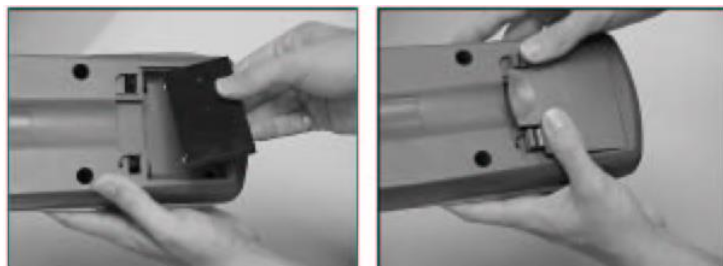

Bild 4. Installation av batteripaketet.
2. Installera batteripaketet (batterierna in mot instrumenthuset), bild 4, genom att skjuta in delen med polerna på först och tryck sedan andra änden lätt nedåt.